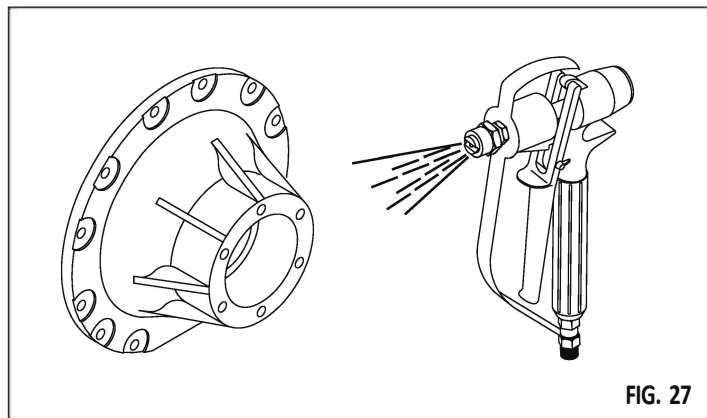

FIG. 27
8) Raggiunta la pressione ottimale, rivolgere la pistola verso l'oggetto da verniciare ed iniziare il ciclo di lavoro (fig.27).